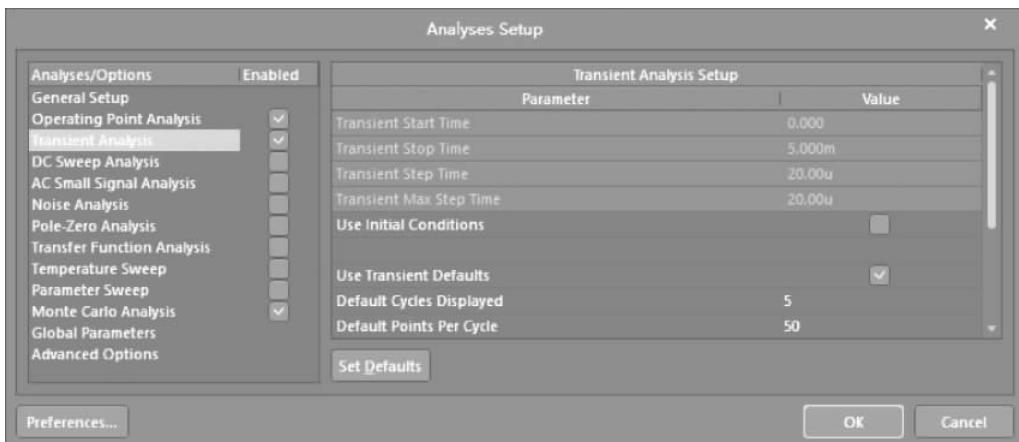

图 3-84 设置仿真参数界面 2
③ 将 OUT 添加到 Active Signals 栏中。
(3) 选择 Transient Analysis 选项, 出现如图 3-84 所示的 Transient Analysis Setup (瞬态分析设置)界面, 接受默认设置参数。